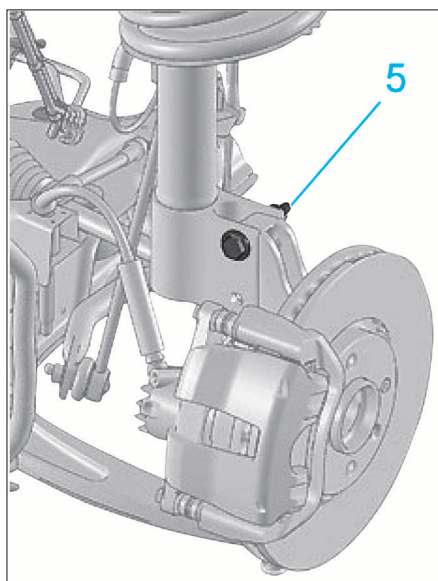

FIG. 3
- Replacer le pivot dans le corps d'amortisseur et le maintenir à l'aide d'une vis (5) (Fig.3).